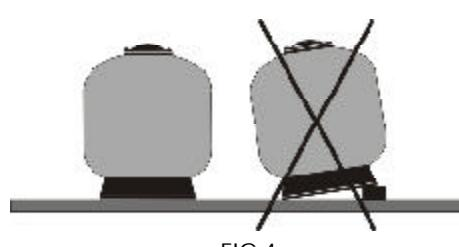

FIG.4
- Mettere i filtri nella loro sede definitiva tenendo in considerazione che la base deve rimanere perfettamente appoggiata al pavimento e sopraun piano completamente orizzontale (**FIG.4**).